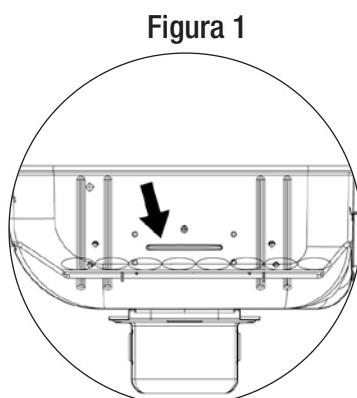

Figura 1
- Disponga las briquetas de carbón de leña o la materia combustible en la rejilla para carbón de leña hasta la línea "Fill Line" (línea de llenado). Vea la Figura 1.